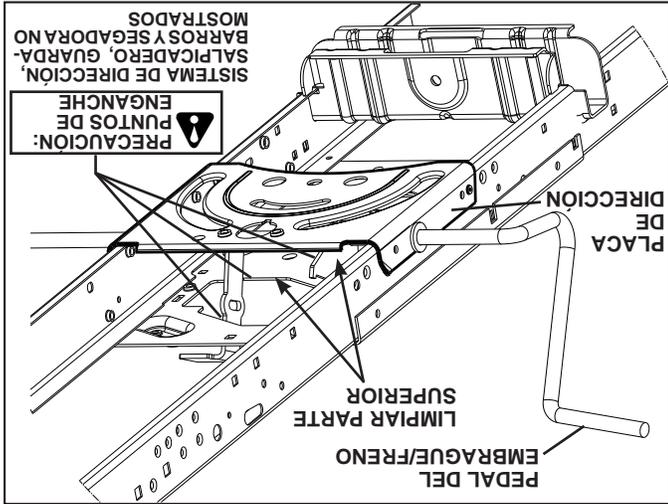

Fig. 17
**PRECAUCIÓN:** Evite todos los puntos de enganche y las piezas móviles. (Vea Fig. 17)